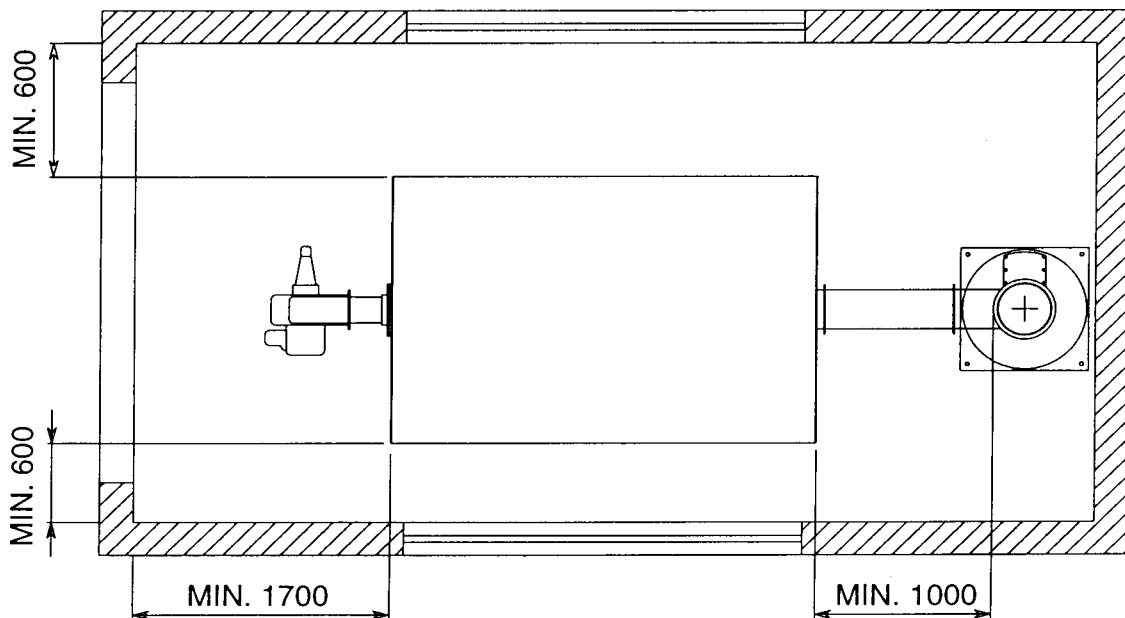

Fig. 7
2.04.- Sala de calderas (Fig. 7)